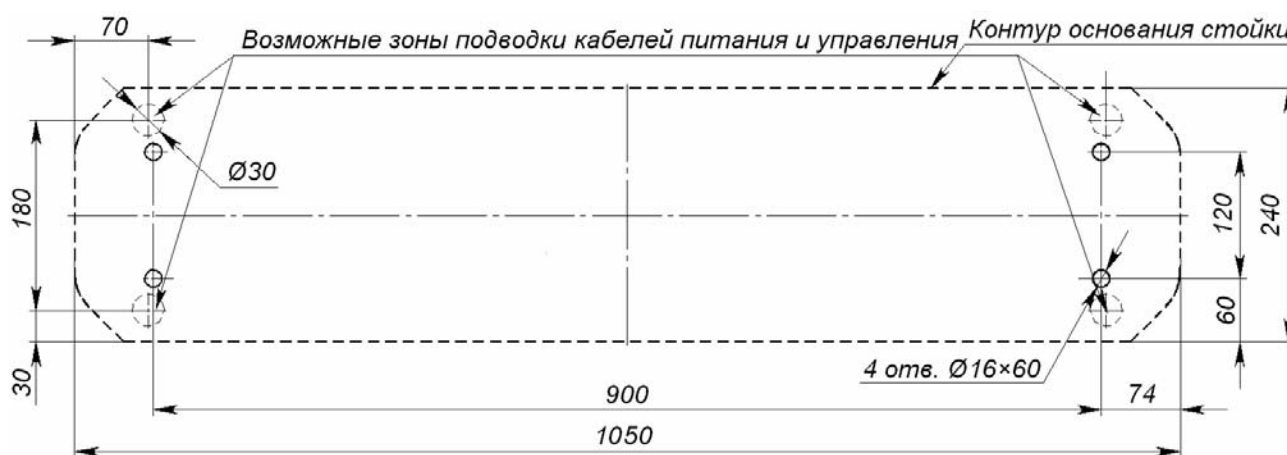

Рисунок 9 Схема разметки для установки стойки турникета
- 2 Подготовьте в полу отверстия под гильзы анкеров для крепления стойки турникета (см. рис. 9). При необходимости прокладки кабелей под поверхностью пола подготовьте в полу кабельный канал, подходящий к зоне ввода этих кабелей в стойку турникета. Установку и крепление стойки производите после прокладки всех кабелей в кабельном канале и внутри стойки. Прокладка кабелей внутри стойки показана на рисунке 8.